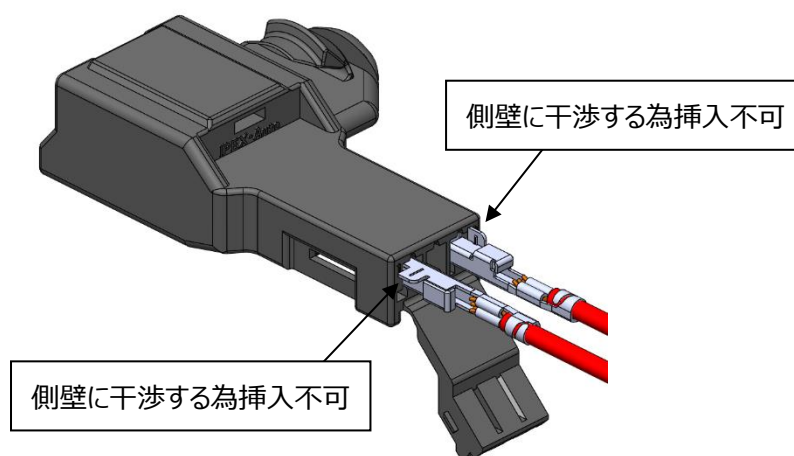

図 25.端子逆挿入
- ⑤図 25 に示すように、正規の向き以外では、端子はハウジングコアホールに挿入できません。
また、端子を誤挿入するとメスハウジングのコアホールに挿入できません。(図 25 参照)